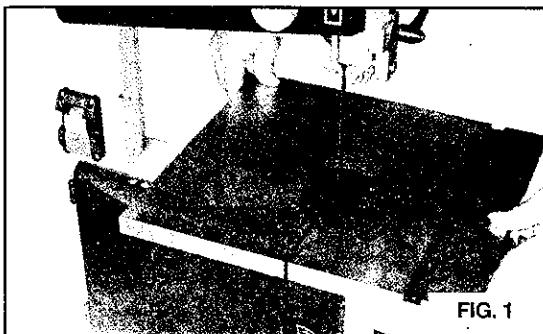

FIG. 1
a. Emsamblar el tablero de muñón superior con el tablero de muñón inferior utilizando tornillo, pieza de ligaduradura, Arandela y ala excentrica. Ubicar el tablero sobre el tablero de muñón superior cuidando cuando pasa la cinta de sierra através de ranura de la mesa (Ver Fig. 1) Localizar cuatro cerrojo hex y cuatro arandela bloqueada del paquete de partes sueltos. Montar la mesa para la unión de tablero superior e instalar el cerrojo con arandela en cada agujero, luego ajustarlo con tornillo ajustable.